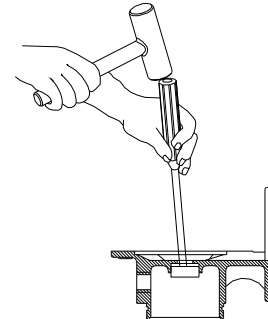

Figure 14
- b. Taper le joint céramique et le joint d'étanchéité en caoutchouc de la cavité de l'anneau de montage (voir figure 14).